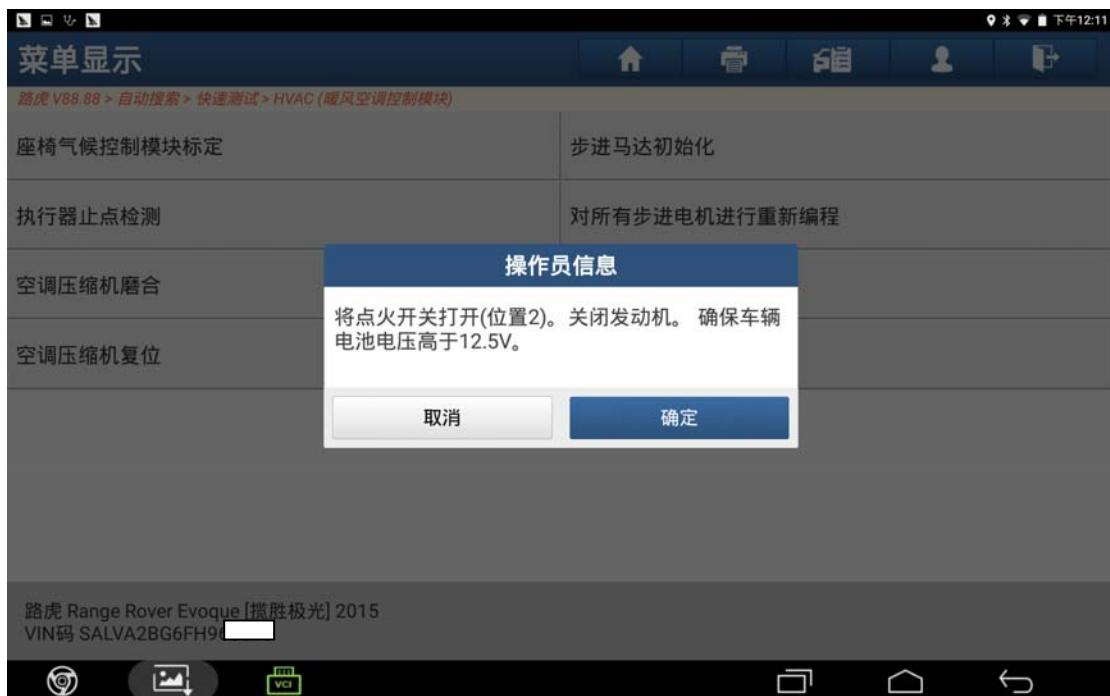

图 7
7). 根据提示操作满足条件后点击“确定”进入下一步（如图 7）；